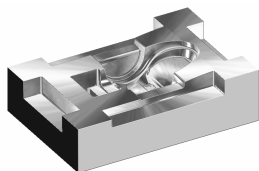

图 4-133 零件平面精加工仿真切削结果
3) 在 PowerMILL “仿真控制”工具栏中单击“运行”按钮，系统即进行平坦面精加工仿真切削，其结果如图 4-133 所示。